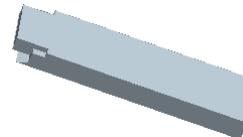

图 27.20 着色后的体积块（二）
Step7. 系统弹出“属性”对话框，单击 **着色** 按钮，着色后的模型如图 27.20 所示。然后在对话框中输入名称 **SLIDE_MOLD**，单击 **确定** 按钮。